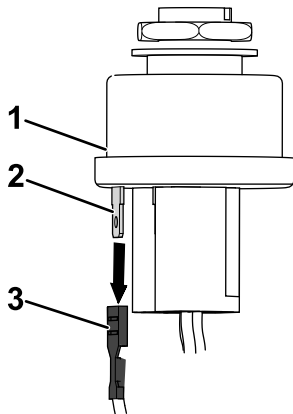

Figure 16
1. Débranchez la cosse plate du faisceau de la machine de la borne C du commutateur d'allumage (Figure 16).